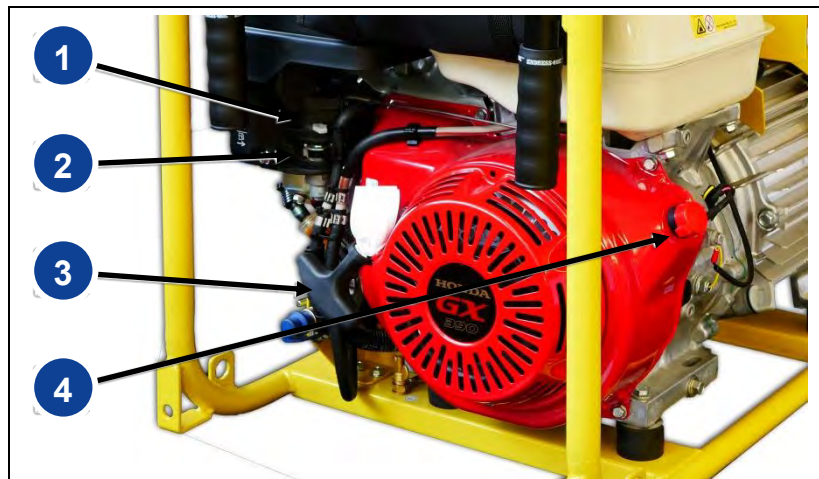

Abb. 4-2: Handstart
1. Chokehebel (Abb. 4-2-①) nach links schieben (bei kaltem Motor ganz / bei warmen Motor entsprechend weniger).
2. Hebel des Kraftstoffhahns (Abb. 4-2-②) bis zum Anschlag nach rechts schieben.
3. Motorschalter (Abb. 4-2-**4**) in Pos. „I“ stellen.
4. Motor am Handgriff (Abb. 4-2-**3**) des Seilzugstarters kräftig anziehen.
1. Chokehebel (Abb. 4-2-**1**) nach links schieben (bei kaltem Motor ganz / bei warmen Motor entsprechend weniger).
2. Hebel des Kraftstoffhahns (Abb. 4-2-**2**) bis zum Anschlag nach rechts schieben.
3. Motorschalter (Abb. 4-2-) in Pos. „0“ stellen.